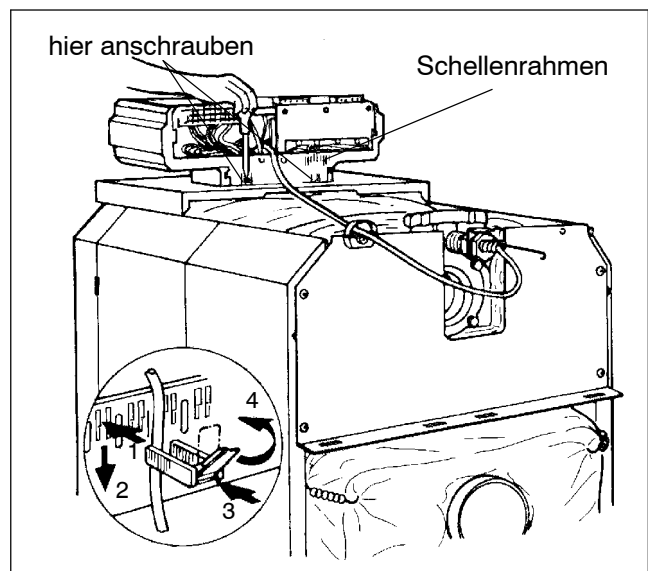

Abb. 49
- Sockel des Regelgerätes im Kabeldurchgang mit zwei Blechschrauben links und rechts auf der vorderen Kesselhaube anschrauben (Abb. 49).